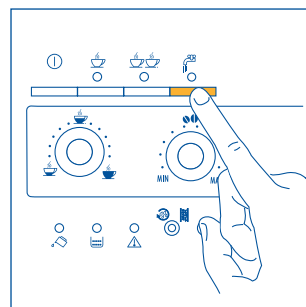

Fig.21
- Premere il tasto ☞ (fig. 21). La spia ☞ si accende per indicare che la funzione è stata selezionata.
- Premere il tasto ☞ (fig. 21). (Si consiglia di erogare acqua calda per non più di 2 minuti di seguito).